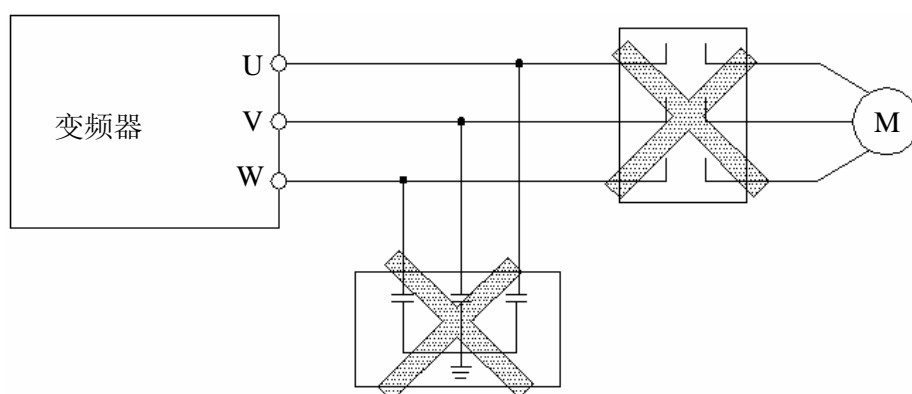

图 3-3 变频器与电机之间禁止使用接触器和吸收电容
- (1) 接线前，确保已完全切断电源 10 分钟以上，否则有触电危险。
- (2) 严禁将电源线与变频器的输出端 U、V、W 连接。
- (3) 变频器本身机内存在漏电流，中大功率变频器整机的漏电流大于 5mA，为保证安全，变频器和电机必须安全接地，接地线一般线径为  $3.5\text{mm}^2$  以上铜线，接地电阻小于  $10\Omega$ 。
- (4) 变频器出厂前已通过耐压试验，用户不可再对变频器进行耐压试验。
- (5) 变频器与电机之间不可加装电磁接触器和吸收电容或其它阻容吸收装置，如图 3-3。
- (6) 为提供输入侧过电流保护和停电维护的方便，变频器应通过中间继电器与电源相连接。
- (7) 继电器输入及输出回路的接线 (X1~X5、OC、FWD、REV)，应选用  $0.75\text{mm}^2$  以上的绞合线或屏蔽线，屏蔽层一端悬空另一端与变频器的接地端子 PE 或 E 相连，接线长度小于 20m。